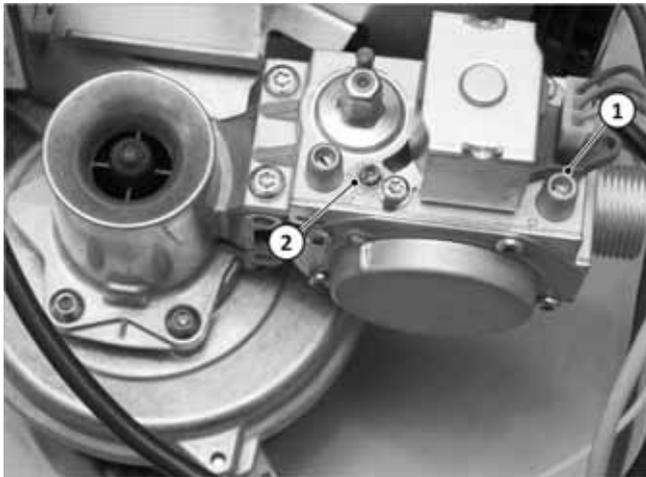

Fig. 103: impostazione del bruciatore
- Per controllare la pressione di flusso del gas con il bruciatore in funzione utilizzare il raccordo di misura ➔ *fig. 103 (1).*